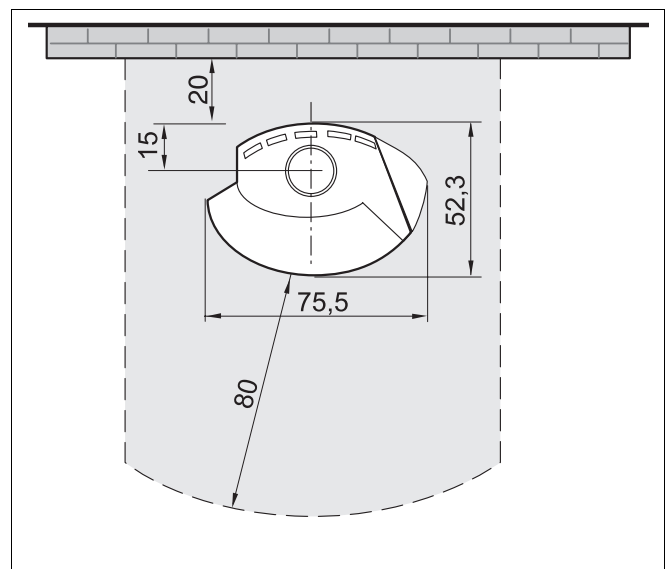

Abb. 20 Sicherheitsabstände (Maße in cm)
- Vergleichen Sie auch Abb. 20.